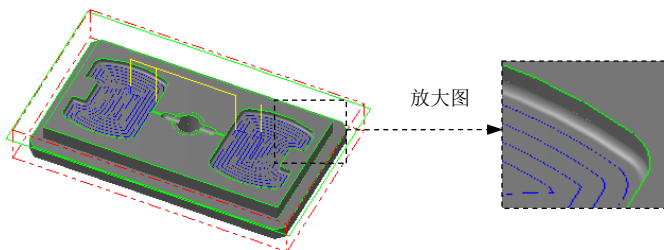

图 20.46 刀具路径
(1) 在“曲面精加工环绕等距”对话框中单击 **环绕等距精加工参数** 选项卡，在 **大切削间距 (M)** 文本框中输入值 2，选中 ☒ 由内而外环切、☒ 切削顺序依照最短距离 复选框。
(2) 取消选中 **设定深度 (D)** 按钮前的复选框，单击 **间隙设置 (G)** 按钮，系统弹出“刀具路径的间隙设定”对话框，选中 ☒ 切削顺序最佳化 复选框，其他参数采用系统默认设置值。单击 按钮，系统返回至“曲面精加工环绕等距”对话框。
Step6. 完成参数设置。单击“曲面精加工环绕等距”对话框中的 按钮，系统在图形区生成图 20.46 所示的刀具路径。